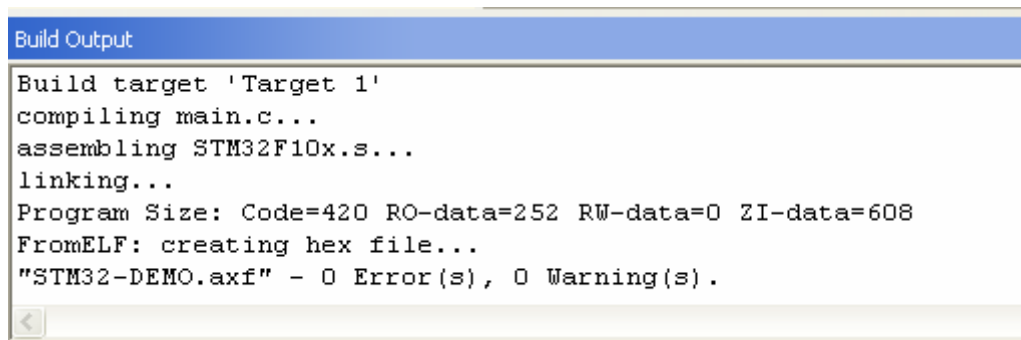
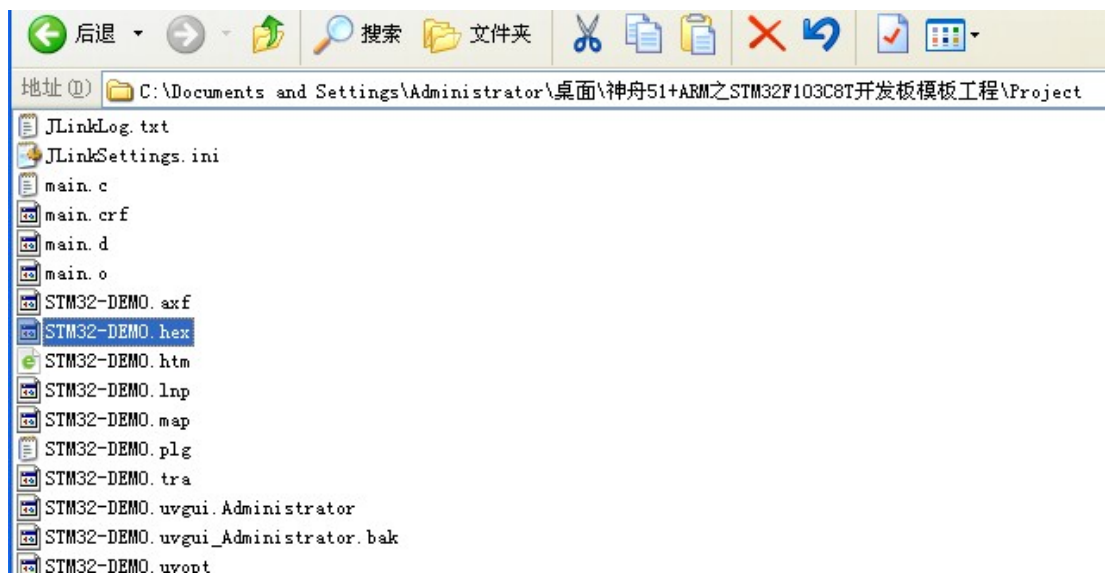

图 4-21 程序编译完成
图 4-22 查找编译后的文件
9. 点一下  按钮，可以看到编译成功，如下图 4-21 所示。我们可以看到编译后的 HEX 文件，我们可以直接在光盘中找到这个文件，直接进入 Project 文件夹，打开即可，如下图 4-22 所示：